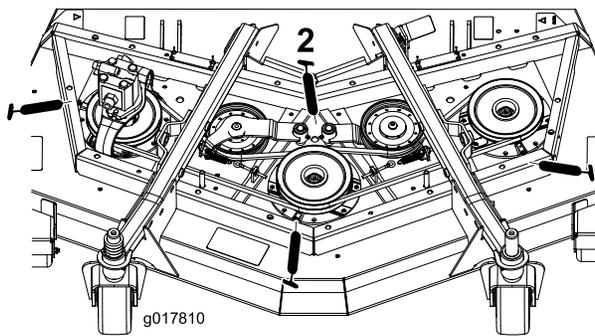

Figura 39
- Rolamentos do eixo (3) (debaixo da polia) (Figura 39)
- Casquilhos articulados do braço intermédio (2) (Figura 39)